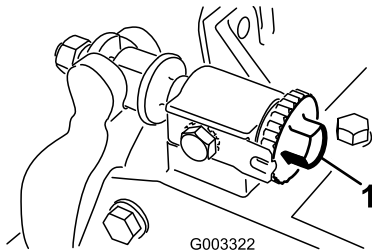

图25
1. 逆时针旋转底刀调节旋钮(图25)，直至没有任何接触，可以松开滚刀与底刀的接触。